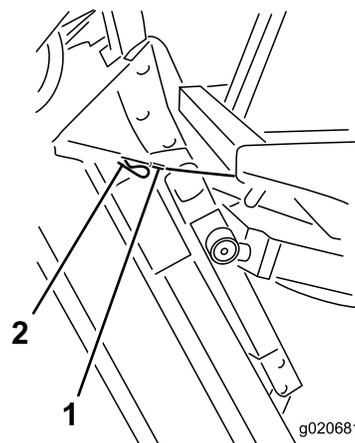

Рисунок 71
9. Удерживайте режущий блок в вертикальном положении, установите конец троса на штифт подъемного рычага режущего блока и зафиксируйте его игольчатым шплинтом (Рисунок 71).